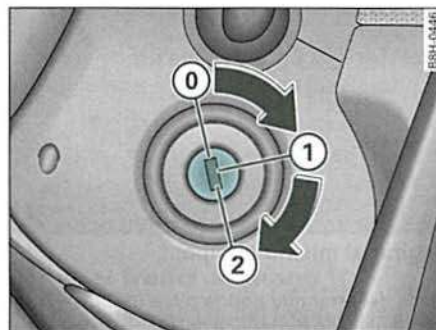

Fig. 139 Posiciones de la llave
- Gire la llave a la posición ① ⇒ *página 137, fig. 139.*